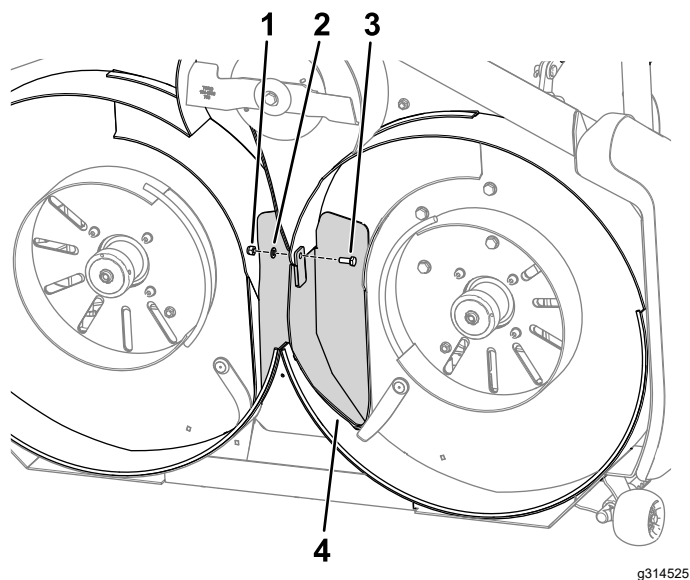

図 1
1. ボルト、ワッシャ、ナットを使用して、排出シュート用の開口部に排出シュートプラグを取り付ける図 1。